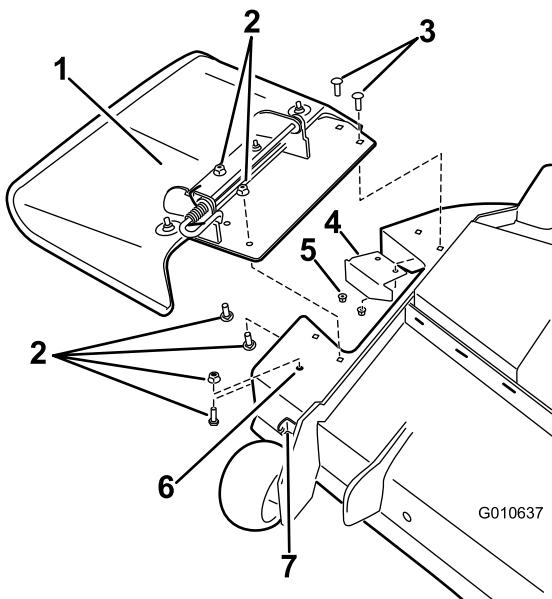
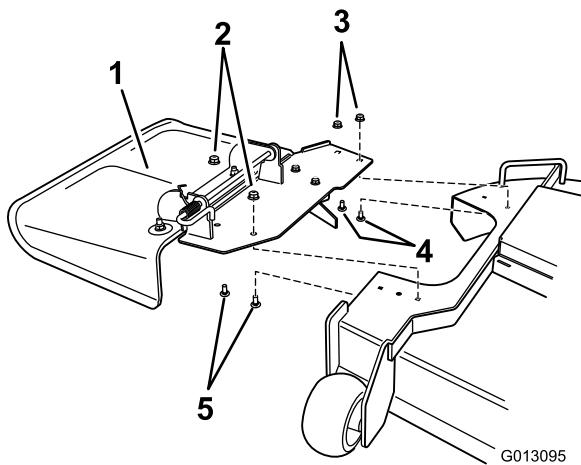

Figura 17
Figura 18
3. Instale el tabique (Figura 17).
4. Instale el conjunto del deflector (Figura 17 y Figura 18).
5. Para carcasa de corte de 54 pulgadas (137,16 cm) solamente, vuelva a colocar el perno y la tuerca en el taladro delantero (Figura 17).